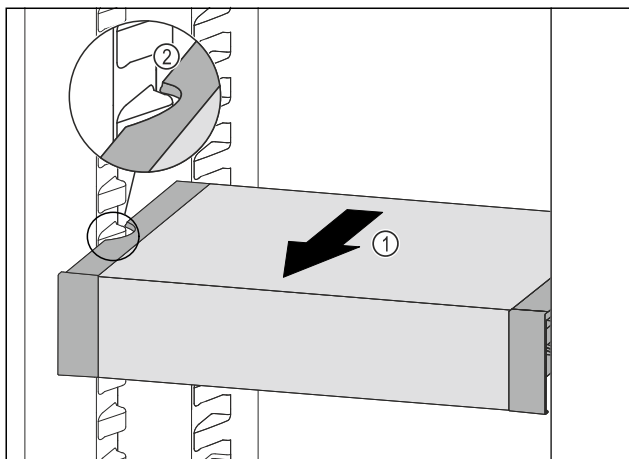

Fig. 82
- ▶ Trekk VarioSafe forover Fig. 82 (1), til utsparingene på sidene av VarioSafe er på nivå med rillene i kjøleskapet. Fig. 82 (2)